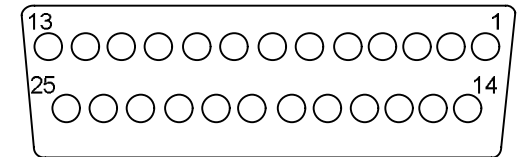

Рис. 2. Нумерация контактов на разъеме входных/выходных сигналов, вид со стороны разъема на корпусе
На разъеме входных/выходных сигналов (3) нумерация контактов осуществляется, как показано на рис.2, обозначение контактов приведено в таблице 2.